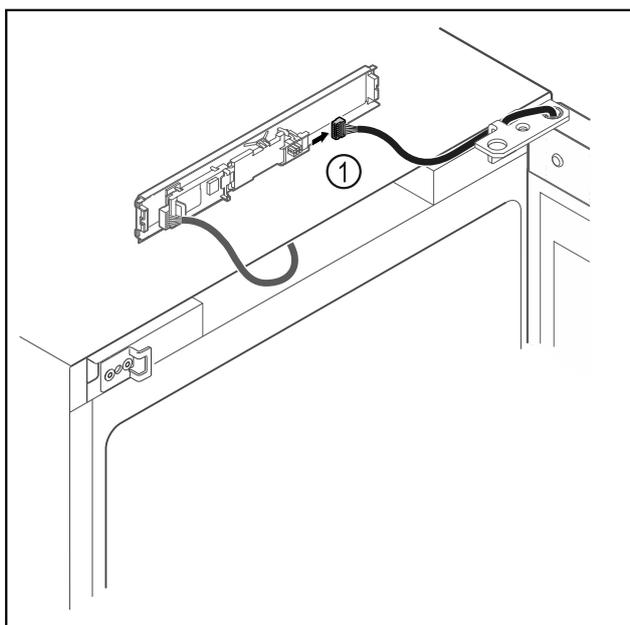

Fig. 10
- ▶ Débrancher le connecteur Fig. 10 (1) de la platine.